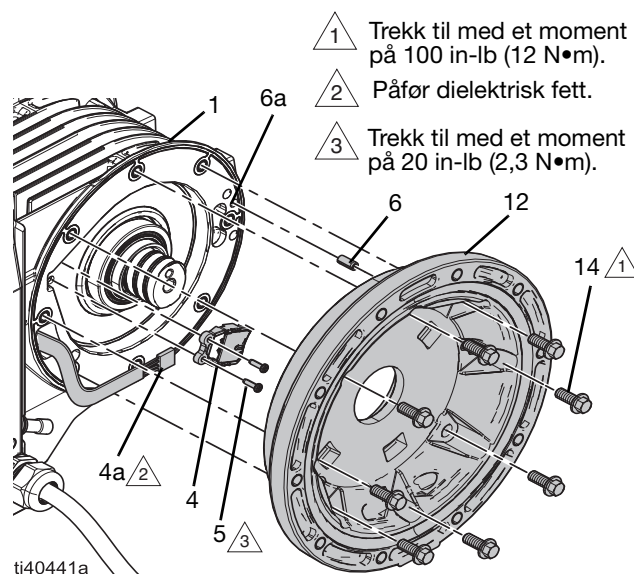

FIG. 17: Motorsensor
2. Installer forsiktig sensorside statordeksel (12):
- a. Sett forseglingsen (11) inn i statordekslet (12).
- b. Juster pinnen (6) i statordekslet (12) etter pinnehullet (6a) på statorhuset (1) og skyv statordekslet forsiktig inn (12). Kontroller at statordekslet sitter riktig. Se FIG. 17.
Se FIG. 17 og FIG. 19.